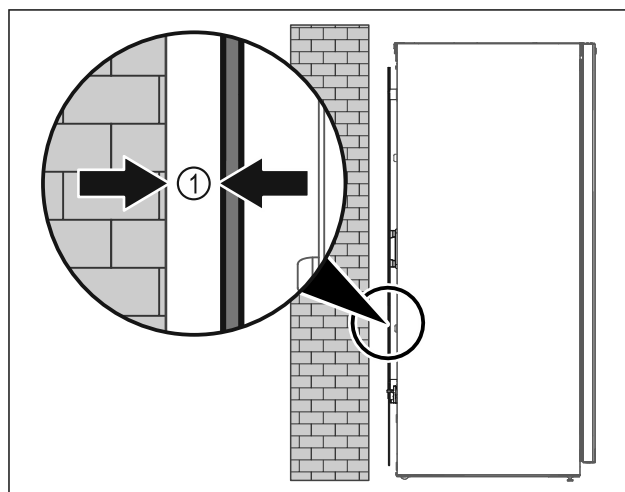

Fig. 37
- Instalar el electrodoméstico en medio de una sala o directamente arrimado a una pared con una distancia mínima de 5 mm Fig. 37 (1).